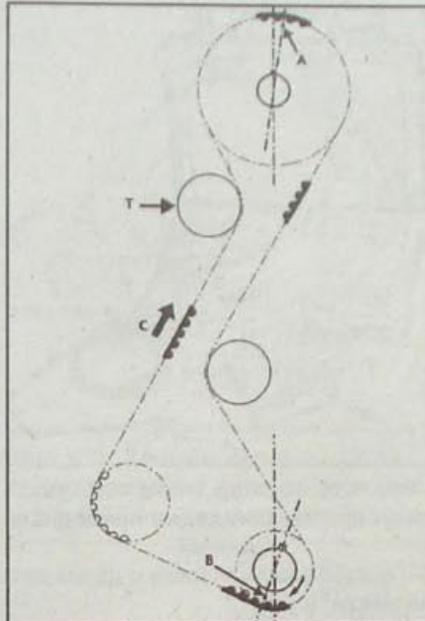

Рис. 1.21. Ремень привода газораспределительного механизма:
- Освободите натяжной ролик (T, рис. 1.21) ремня привода газораспределительного механизма. Если ослабить гайку крепления натяжного ролика более чем на один оборот, натяжной ролик может сойти с оси.